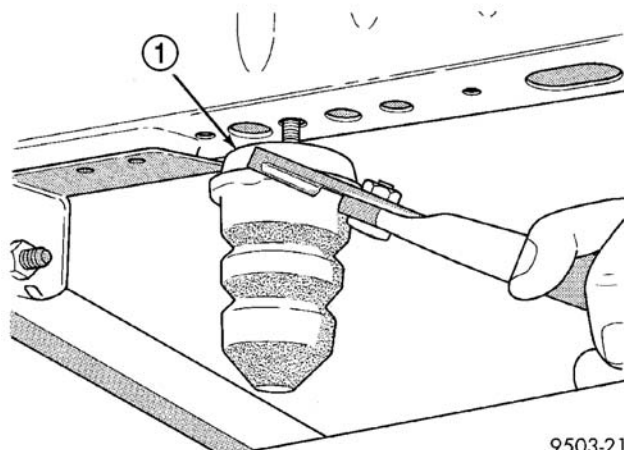

图 20 缓冲块
(15) 将轮速传感器安装到轮毂 / 轴承和接头上。安装轮速传感器连接螺栓 (图 20)，并紧固至 12 N·m (105in.lbs.) 扭矩。
(16) 安装车轮和轮胎。(参见 22—轮胎 / 车轮—安装)
(17) 按照正确顺序拧紧车轮螺母，直至所有螺母的扭矩都达到规定扭矩的一半。然后重复紧固顺序，使所有螺母都达到 135 N·m (100 ft.lbs.) 的满规定扭矩。
(18) 降下车辆。
(1) 使用鲤鱼钳夹住缓冲块底部。逆时针方向旋转底部 (图 20)。
(2) 将缓冲块从车架纵梁上拆下来。